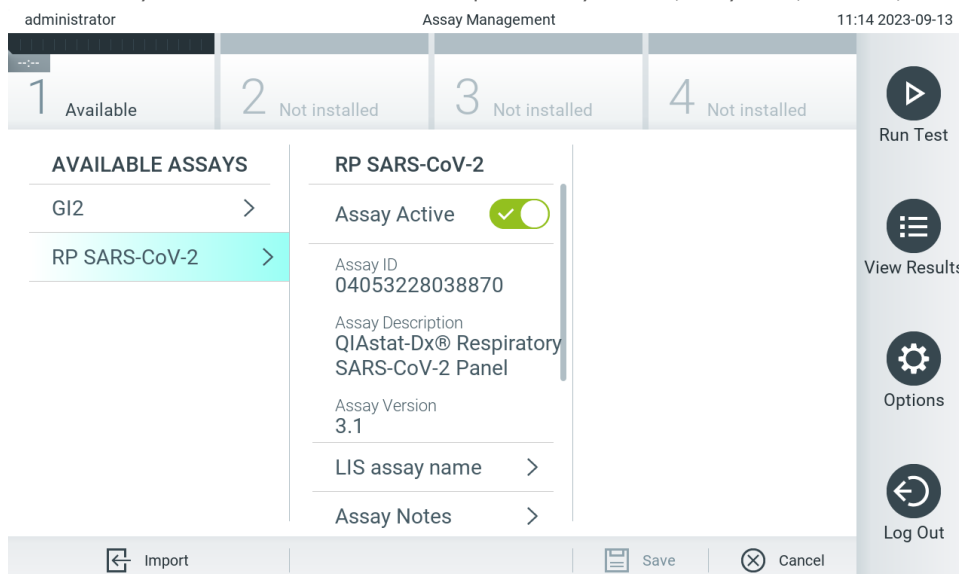

Abbildung 59. Aktivierung des Assays.
7. Der Assay wird aktiviert, wenn Sie die Option Assay Active (Assay aktiv) wählen (Abbildung 59).